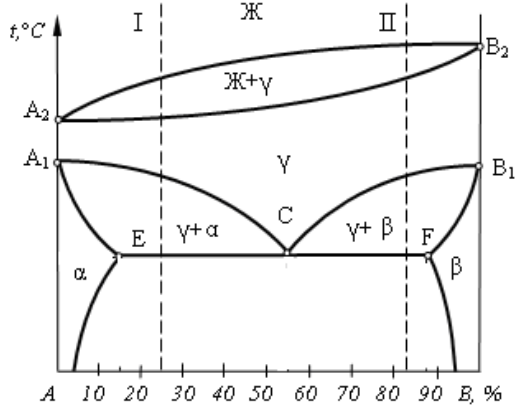

Рис. 5
56. Сплав *II* называют (рис. 5):